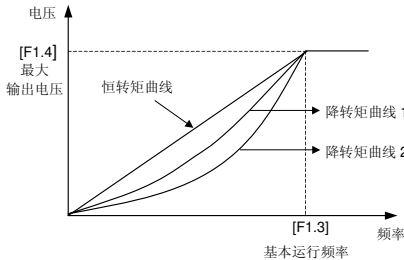

图 6-4 V/F 曲线
- 根据负载情况不同，设定变频器输出电压与输出频率的对应曲线，参考图 6-4。
输出为 1.5 次降转矩特性曲线，参考图 6-4 中曲线 1。适用于风机、泵类变转矩负载，降转矩曲线的节能效果比恒转矩曲线略有增加。
输出为 2.0 次降转矩特性曲线，见图 6-4 中曲线 2。适用于风机、泵类变转矩负载。如果轻载运行时有不稳定现象，请切换到降转矩曲线 1 运行。